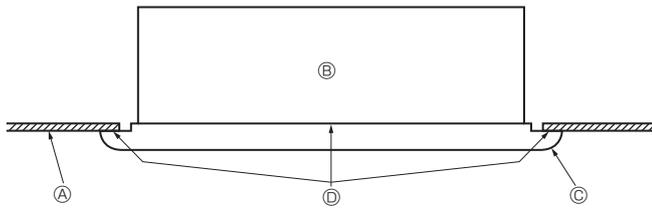

Fig. 5-6
- A continuación, apriete los pernos de seguridad ② y los tornillos de seguridad ③ en las tres ubicaciones centrales.
- Finalmente, apriete los pernos de seguridad ② en las cuatro ubicaciones a derecha e izquierda.
- Llegados a este punto, asegúrese de que no existan huecos entre la unidad interior y el panel frontal y entre el panel frontal y la superficie del techo. Si existieran huecos, podría penetrar el viento y provocar pérdidas de agua. (Fig. 5-6)
- \* Apriete completamente los pernos de seguridad ② y los tornillos de seguridad ③.
### 5.4. Comprobaciones a realizar después de la instalación (Fig. 5-6)